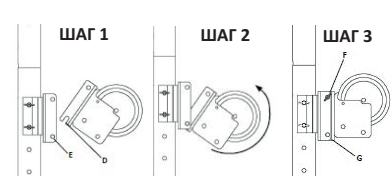

Рис.9
Переносной штатив-тренога «АТЛАНТ» арт. AST01 (трипод) является, элементом страховочной системы, а также системы спасения и эвакуации. Представляет собой временное переносное анкерное устройство типа В, и служит для присоединения соединительно-амортизирующей подсистемы системы обеспечения безопасности работника при выполнении им работ на высоте, а также предназначено для спуска/подъема, эвакуации пользователя из замкнутого пространства (емкости, цистерны, колодцы, бункеры) Спасательное подъемное устройство класса В: лебедка с длиной троса 30 метров, артикул AST02. (Рис. 1) является элементом системы спасения и эвакуации. Представляет собой спасательное подъемное устройство класса В, предназначена для спуска/подъема человека на расстоянии до 30 м. Для проведения различных операций допускается применение дополнительного оборудования: Ступень устанавливается на опору трипода, позволяет удобно осуществлять запасовку троса в блок-ролики на голове трипода Адаптер - необходим для установки СЗВТ (например МУЛЬТИБЛОК, арт. ВЛК8,) с интегрированной лебедкой. Принцип установки аналогичен лебедке AST02 (см. раздел 7, рис.9)
1. Лебедка с кронштейном устанавливается на опору с съемным роликом на головной части треноги при помощи фиксирующего штифта (рис.9)